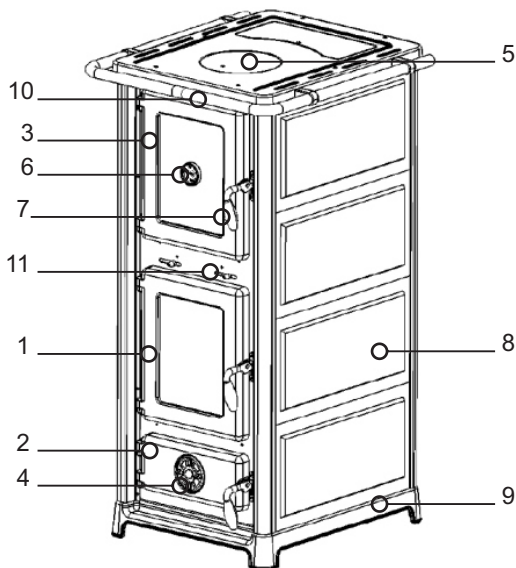

Рисунок 1
Верхняя поверхность - чугунная варочная поверхность(рисунок 1,позиция 5), с круглой вставной частью – конфоркой и крышкой пространства для чистки. Герметичность между варочной поверхностью и корпусом печи обеспечивает безасбестовый шнур.
Дверцы топочной камеры и духовки (рисунок 1,позиция 1,3) – чугунные и оснащены термостойким стеклом, дверца зольного ящика (рисунок 1,позиция 2) - чугунная с регулятором подачи первичного воздуха (воздушная заслонка, регулирующая интенсивность горения топлива) (рисунок 1,позиция 4).
Составные элементы печи (Рисунок 1):
- дверцу зольного ящика оставьте открытым до появления стабильного огня, после закрытия интенсивность горения регулируйте с помощью регулятора подачи воздуха (рисунок 1, позиция 3);
Регулятором первичного воздуха в печи Вы регулируете температуру, мощность и скорость сгорания топлива (Рисунок 1, позиция 8). Регулятор вторичного воздуха предназначен для ускорения процесса сгорания топлива, и чтобы стекло дверцы топочной камеры оставалось чистым. Комбинированием первичного воздуха находится на дверце зольного ящика и вторичного (задвижка находится над дверцей топочной камеры, (рисунок 1, позиция 7), достигается желаемая интенсивность горения.